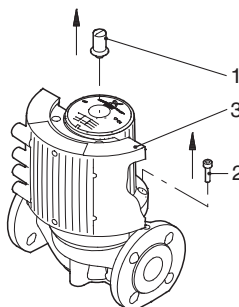

Рис. 1 Снятие блока управления
1. Вывинтите центральный винт (1) и четыре винта (2) корпуса статора, смотрите рис. 1.